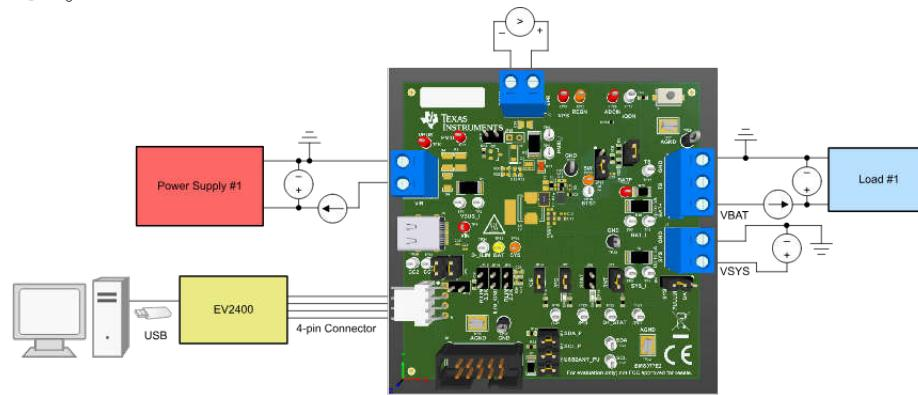

図 2-1. BQ25630 EVM のテスト設定
5. 負荷 #1 をオンにして定電圧モードに設定し、2.5V に出力します。負荷をディセーブルします。電流測定能力を持つソースメータを使用していない場合は、図 2-1 に示すように、電流メータ (マルチメータ)、接地側、負荷を J4 (BAT および PGND) に直列に接続します。
6. 図 2-1 に示すように、TP13 (BAT) と TP27 (PGND) の間、または J4-3 と J4-1 の間に電圧計を接続します。
7. 図 2-1 に示すように、TP14 (SYS) と TP27 (PGND) の間、または J2-1 と J2-2 の間に電圧計を接続します。
8. 図 2-1 に示すように、TP12 (PMID) と TP29 (PGND) の間、または J3-1 と J3-2 の間に電圧計を接続します。
9. EV2400 USB インターフェイスボードを USB ケーブルでコンピュータに接続し、図 2-1 のように I2C ポートと J5 の間に 4 ピンケーブルで接続します。
10. 表 2-2 に示すように、シャントを取り付けます。図 2-1 のシャントは、表に従って取り付けられているとは限らないことに注意してください。